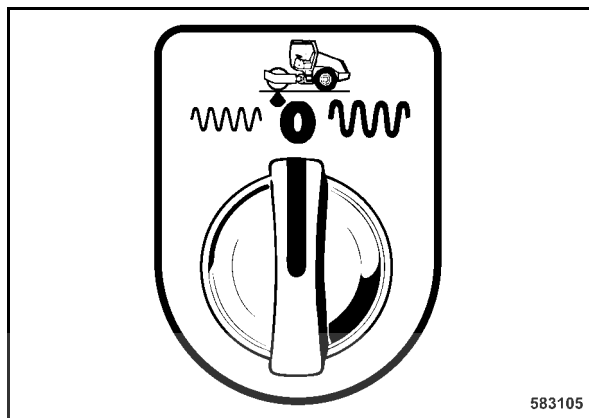

Fig. 63
- Présélectionner l'amplitude désirée avec l'interrupteur rotatif correspondant (Fig. 63).